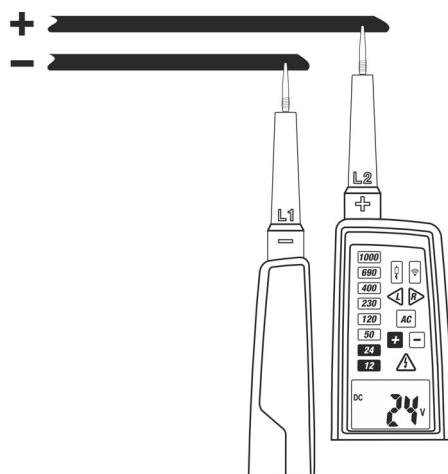

Abb. 4: DC Spannungsmessung
- Verbinden Sie die Prüfspitzen L1 und L2 mit der zu messenden Quelle (siehe Abb. 4). Die Messung wird **nur mit Kontakt zwischen den Prüfspitzen und den Metallteilen der Leiter** durchgeführt.
- Wenn die LED "-" leuchtet, hat die gemessene Spannung die umgekehrte Polarität als diejenige der Verbindung in der Abb. 4